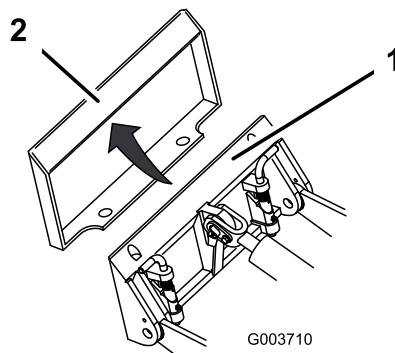

Bild 21
4. Positionieren Sie die Befestigungsplatte am oberen Rand der Aufnahmeplatte am Anbaugerät (Bild 21).